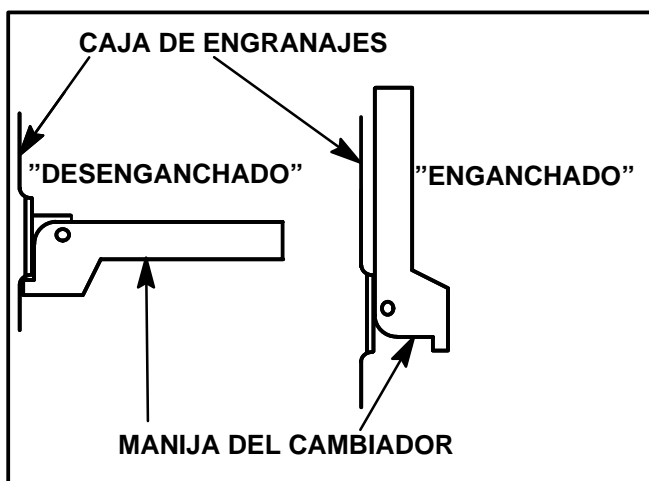

FIGURA 21
- Coloque la manija del cambiador de la cuchilla en la posición de "desenganche" (la manija apuntará recta y hacia afuera de la unidad). Refiérase a la Figura 21.